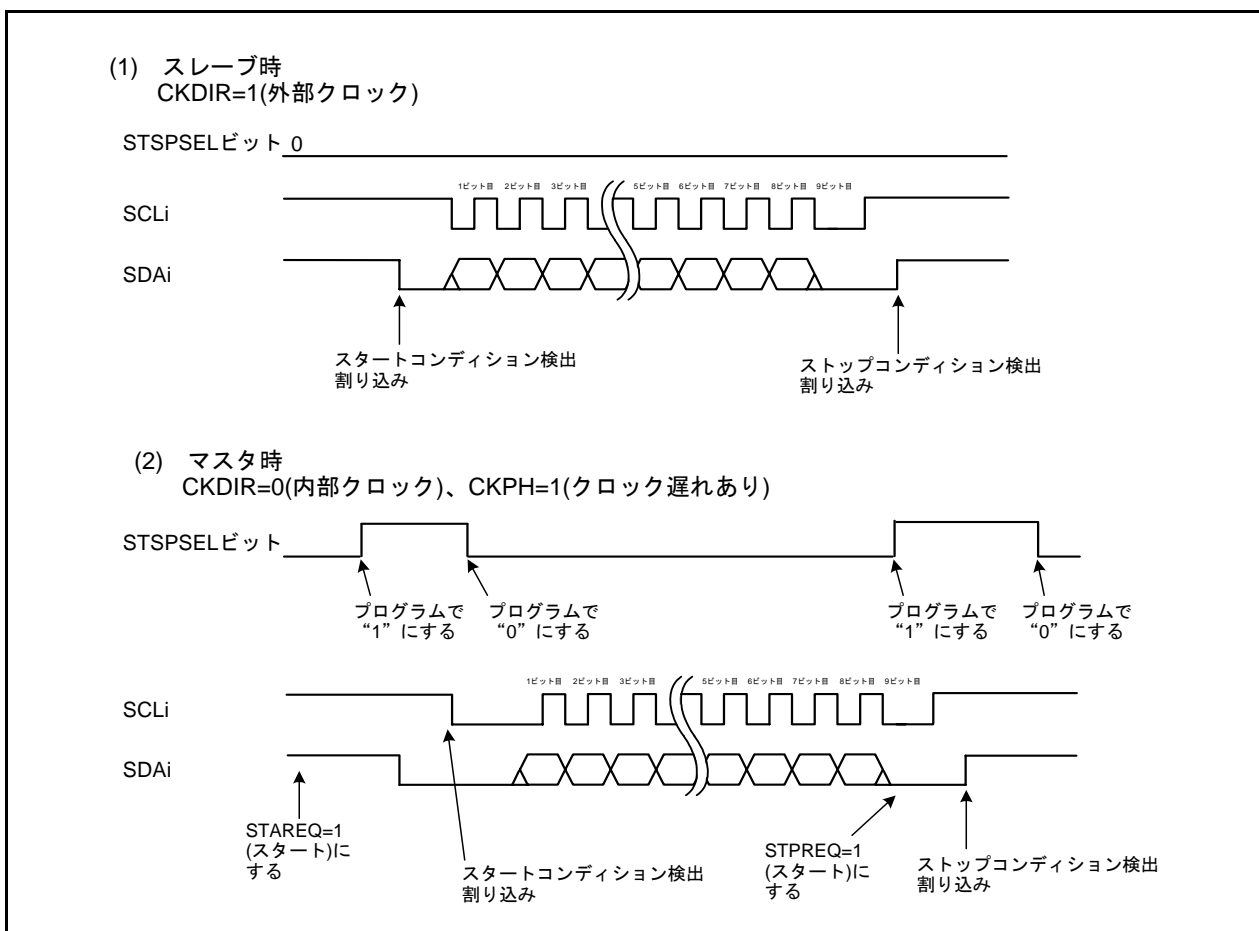

図 17.27 STSPSELビットの機能
- 注5. 「図 17.27 STSPSEL ビットの機能」参照。
- (1) STAREQビット、RSTAREQビット、またはSTPREQビットを“1”(スタート)にする
- (2) UiSMR4レジスタのSTPSELビットを“1”(出力)にする
- 表17.14と図17.27にSTPSELビットの機能を示します。